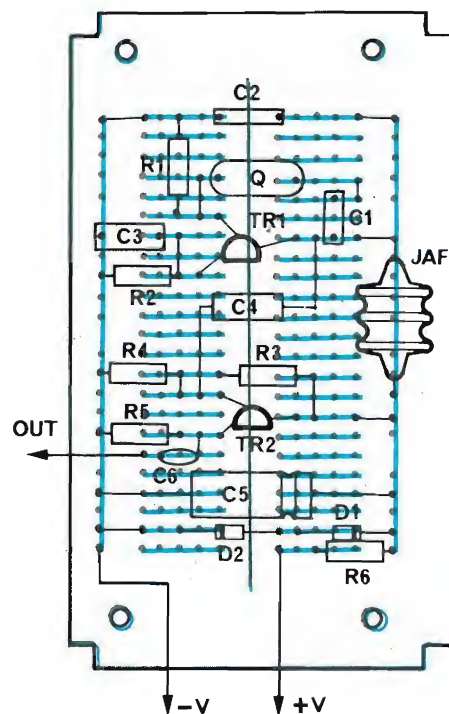

Fig. 2 - Disposizione dei componenti sulla basetta CSC "Experimentor 350", reperibile presso i punti di vendita GBC col numero di codice SM/4400-00.
*Fig. 2 - Se si vuole ottenere un antifurto veramente difficile da disinnescare, è bene effettuare il montaggio di S1 all'interno del cofano, e munire questo di contatti microswitch o reed.*